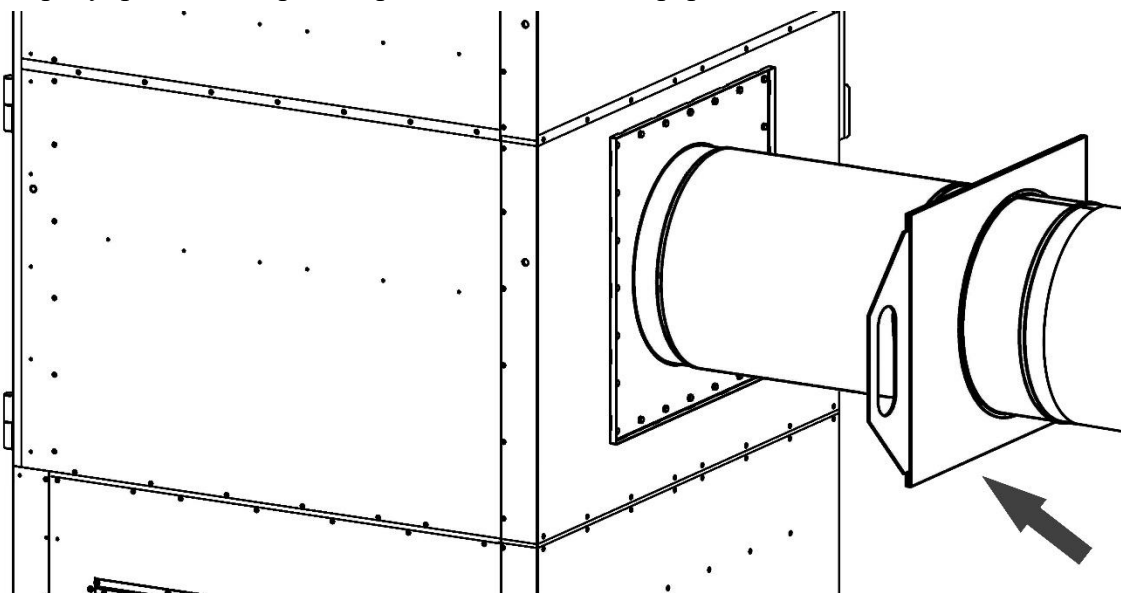

Рисунок 9
5.3.2 Между выходным соединительным патрубком и вытяжным вентилятором установить воздушную заслонку (рисунок 9). При первом пуске фильтра либо после замены картриджей заслонку перекрывают на половину, для уменьшения скорости потока очищаемого воздуха и предупреждения преждевременного износа картриджей.